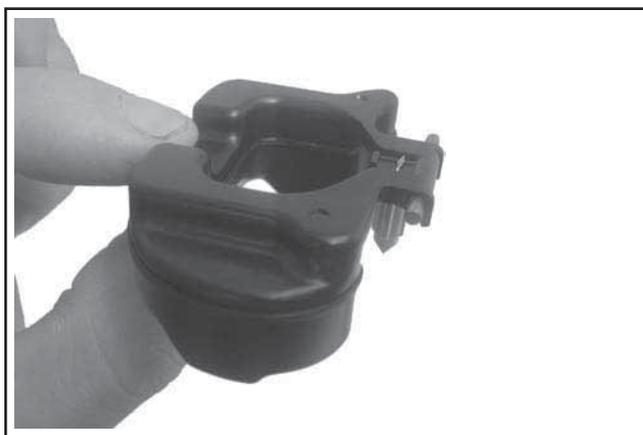

Figure 5-18. Détails du pointeau d'entrée et du flotteur.
5. Attacher le pointeau d'entrée à la queue en plastique du flotteur par la borne. La lèvre à 90° ainsi formée devrait être tournée vers le haut, avec la vanne du pointeau penchant vers le bas. Voir la Figure 5-18.